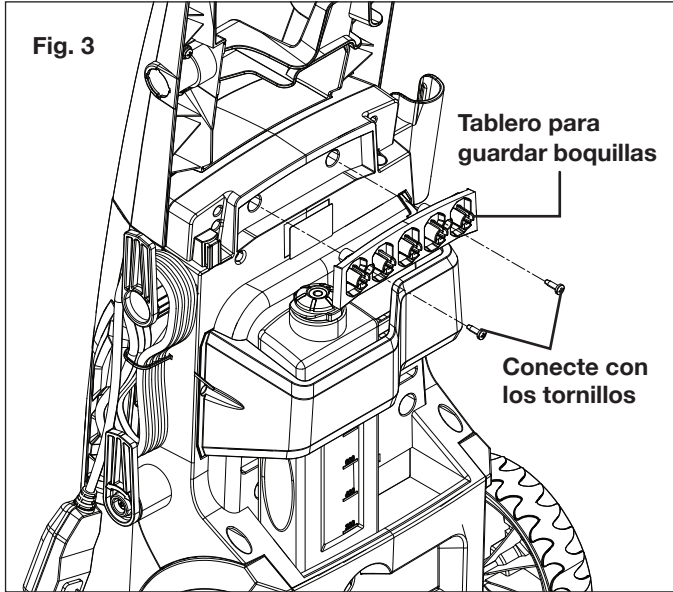

Fig. 3
3. Coloque el tablero para guardar boquillas en su posición y asegúrelo con dos tornillos Phillips (Fig. 3).